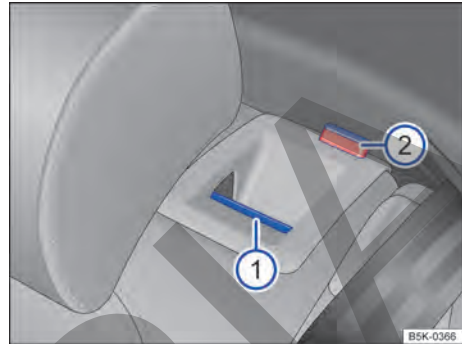

Fig. 63 En el respaldo del asiento trasero: tecla de desbloqueo.
- Tirar de la tecla de desbloqueo → **fig. 63** ⓘ hacia adelante y, al mismo tiempo, rebatir el respaldo del asiento trasero hacia adelante.
- La parte de respaldo del asiento trasero estará desbloqueada cuando la marca roja → **fig. 63** Ⓜ sea visible.
- La marca roja → **fig. 63** Ⓜ ya no puede ser visible.